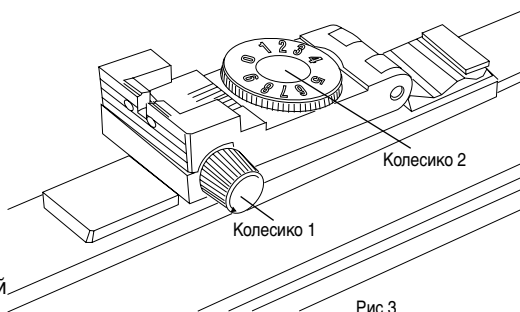

Рис.3
- если точка попадания смещена в лево от мишени, поверните колесико 1 по часовой стрелке. (рис.3)
- если точка попадания смещена в право от мишени, поверните колесико 1 против часовой стрелки. (рис.3)
- если точка попадания выше мишени, поверните колесико 2 по часовой стрелке. (рис.3)
- если точка попадания ниже мишени, поверните колесико 2 против часовой стрелки. (рис.3)